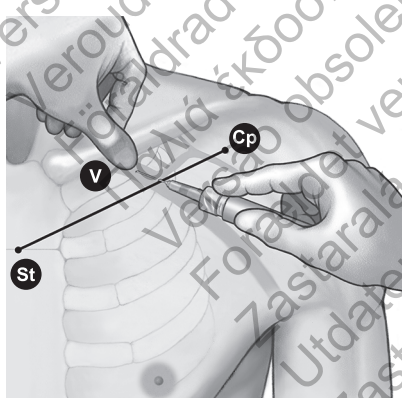

Figure 8. Emplacement du pouce et point d'entrée de l'aiguille
4. Appuyer un pouce contre l'index et déborder de 1 à 2 centimètres sous la clavicle pour protéger le muscle sous-clavier de l'aiguille (en cas d'hypertrophie manifeste du muscle pectoral, le pouce doit se projeter à environ 2 centimètres au-dessous de la clavicle car le muscle sous-clavier est sûrement lui aussi hypertrophié) (Figure 8 en page 21).